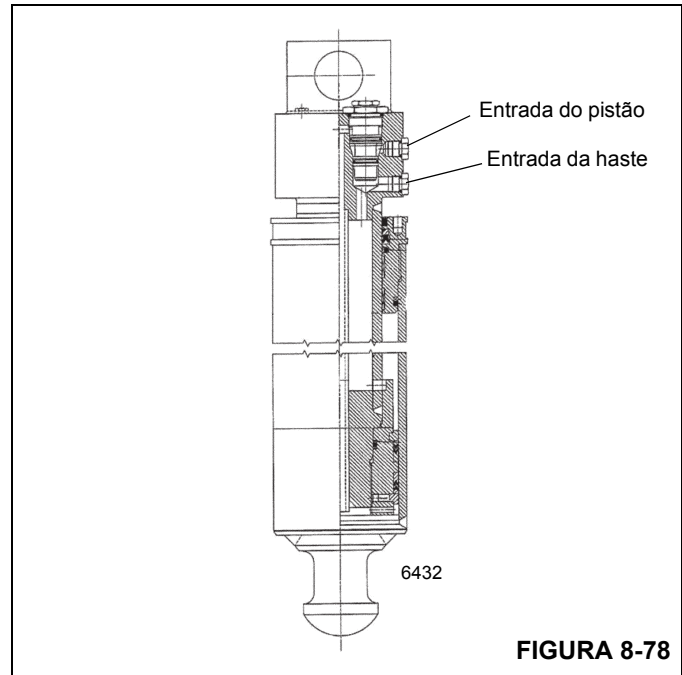

FIGURA 8-78
2. Remova a mangueira do lado da haste do cilindro do cilindro do estabilizador suspeito de estar com vazamento (consulte a Figura 8-78). O óleo fluirá até que a cavidade no bloco de entradas do cilindro se esvazie. Quando a cavidade no bloco de entradas estiver vazia, o óleo deve parar de fluir da entrada do lado da haste.
2. Remova a mangueira do cilindro do lado do pistão do cilindro do estabilizador suspeito de estar com vazamento (consulte a Figura 8-78). O óleo fluirá até que a cavidade no bloco de entradas do cilindro se esvazie. Quando a cavidade no bloco de entradas estiver vazia, o óleo deve parar de fluir da entrada do lado do pistão.